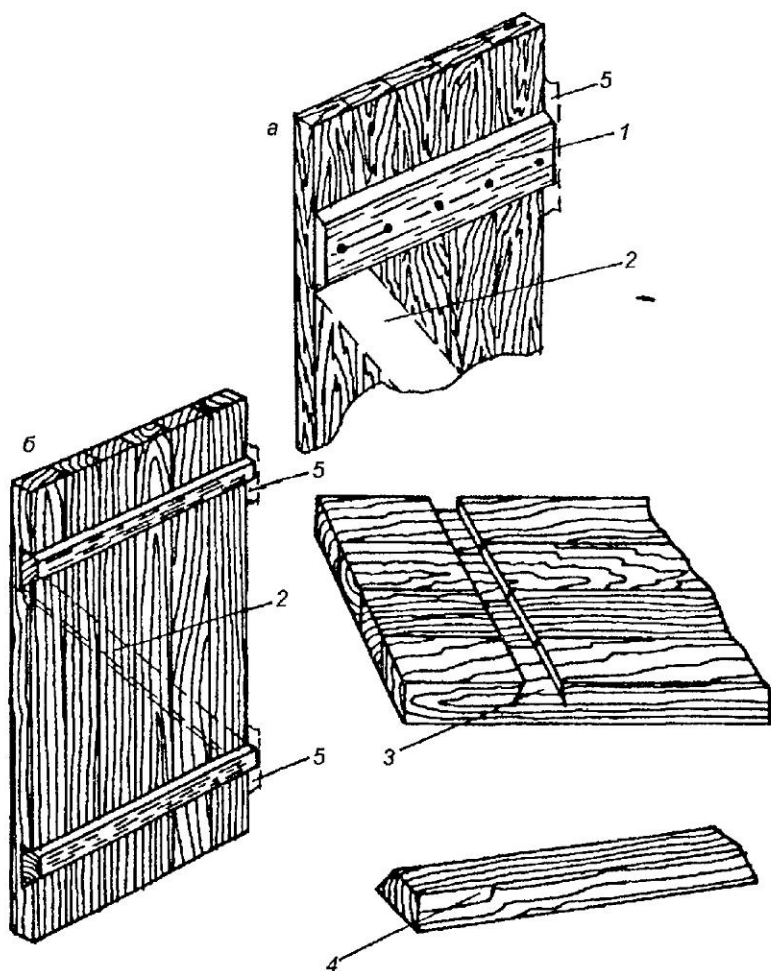

Рис. 161. Щитовые двери
**Изготовление плотничной двери (рис. 161).** Для этого доски скрепляются посредством гвоздей широкими планками. Такие грубые двери обычно применяются в хозяйственных постройках.
**Двери на шпонках.** В сельской местности при строительстве жилых помещений и хозяйственных построек нашли широкое применение двери на шпонках (рис. 161). Особенность их в том, что подготовленные доски скрепляются не гвоздями, а шпонками.